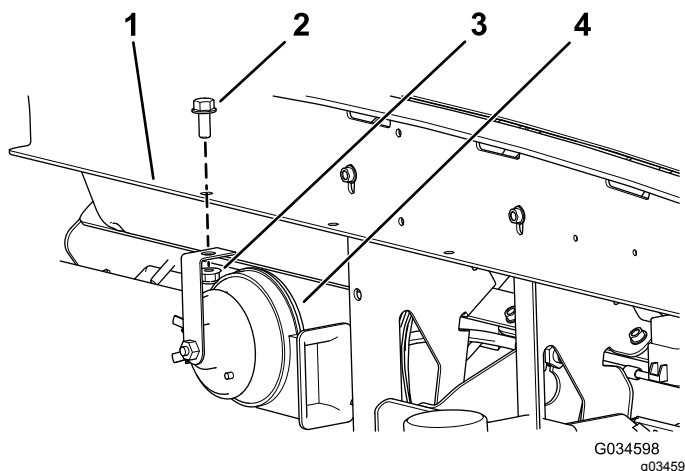

Figura 1
2. Instale el conjunto del claxon de 12 V en el taladro existente en el soporte del salpicadero con el tornillo de cabeza hexagonal (5/16" x 3/4") y la tuerca con arandela prensada (5/16"), tal y como se muestra en la Figura 1.